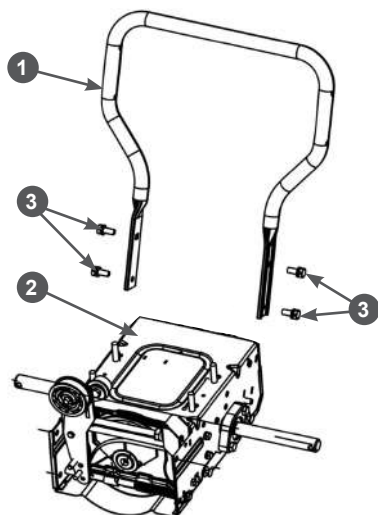

**Рис. 3 Установка рукояток ST553**
3. Установите рабочие рукоятки **ST553**: Совместите отверстия в рукоятках 1 и направляющих 2 рамы, вставьте в отверстия болты и закрутите гайки (Рис. 3).